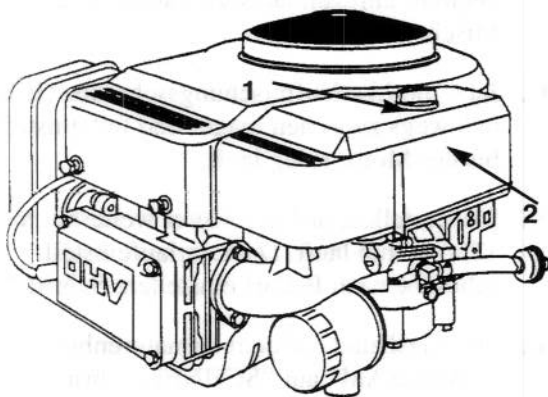

Bild 28
3. Um Eindringen von Schmutz in das Motorinnere zu vermeiden, was zu Motorschäden führen könnte, den Bereich um den Luftfilter reinigen. Die Schraube abschrauben und die Filterabdeckung entfernen (Bild 28).
3. Die Luftfilterabdeckung und -schraube montieren (Bild 28). Die Schraube festziehen.